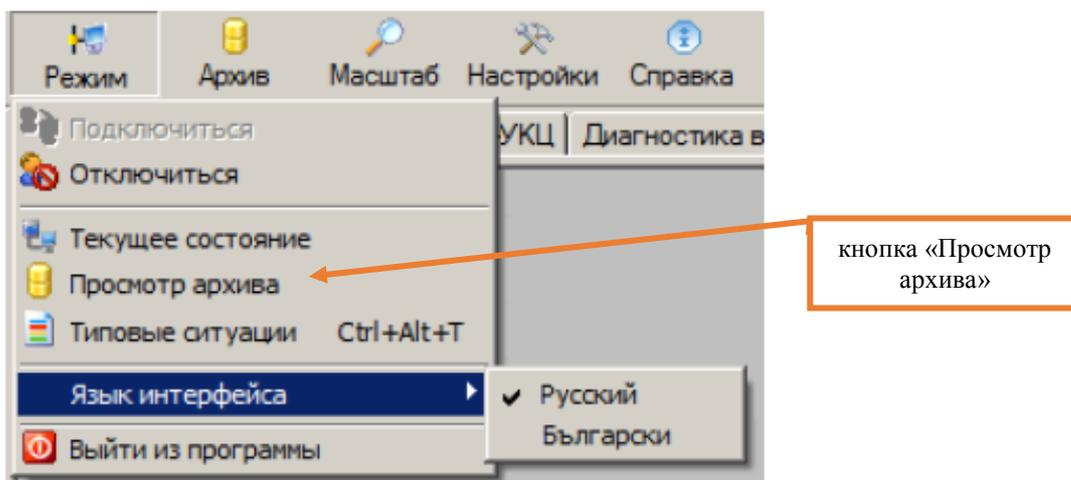
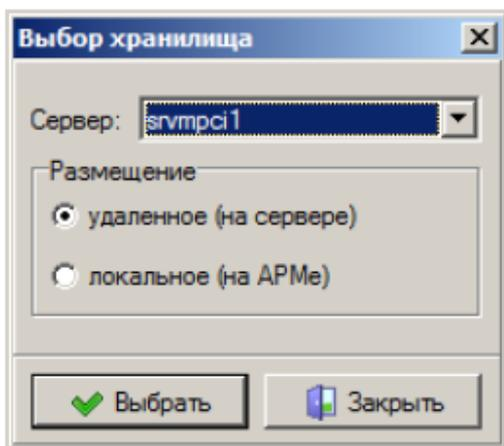

Рисунок 5. Просмотр архива.
Рисунок 6. Подключение архива.
7.2.7. Перейти в режим просмотра архива (Рисунок 5), подключить архив с одного из серверов (Рисунок 6), проверить работоспособность функции просмотра архива (запустить проигрыватель, просмотреть журнал УКЦ и т.п.), согласно карте технологических процессов КТП ЦШ 1131-2019.